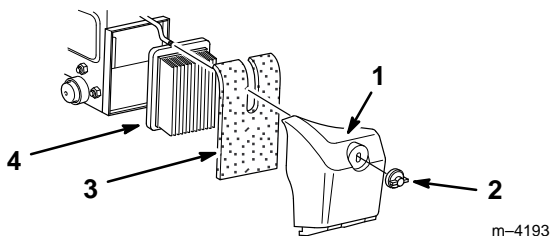

Figure 16
2. Retirer l'écrou de fixation du couvercle du filtre à air (Fig. 16).
3. Déposer le couvercle et le nettoyer soigneusement (Fig. 16).
4. Retirer le préfiltre en mousse et le laver avec de l'eau et un détergent doux, puis le tamponner pour le sécher (Fig. 16).
6. Retirer le filtre en papier et le jeter (Fig. 16).
8. Insérer le préfiltre en mousse dans le couvercle, puis remonter le couvercle sur le moteur et le fixer à l'aide de l'écrou (Fig. 16).